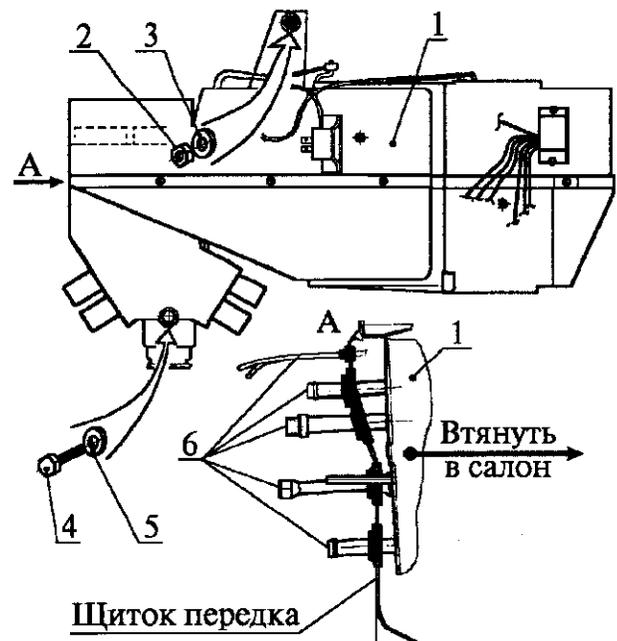

Рис. 21. Снятие блока обработки воздуха:
4.30. Снять блок 1 (рис. 21) обработки воздуха, вывинтив и сняв гайку 2 с шайбой 3, отвинтив и сняв гайку 2 с шайбой 3 крепления его к щитку передка и втянув блок 1 в салон так, чтобы его трубки 6 вышли из отверстий в щитке передка